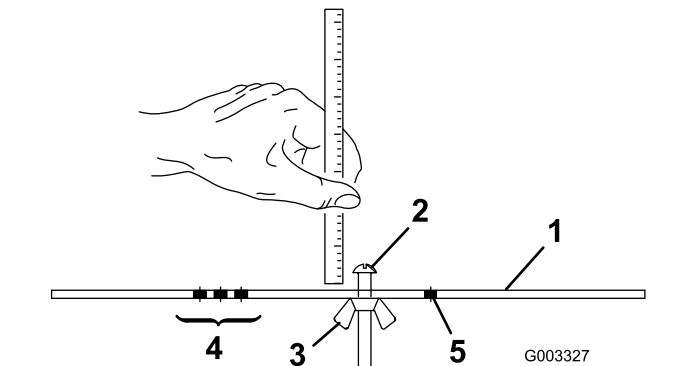

图16
- 2. 松开调刀尺上的螺母（图16），并将调节螺丝设定为所需的剪草高度。